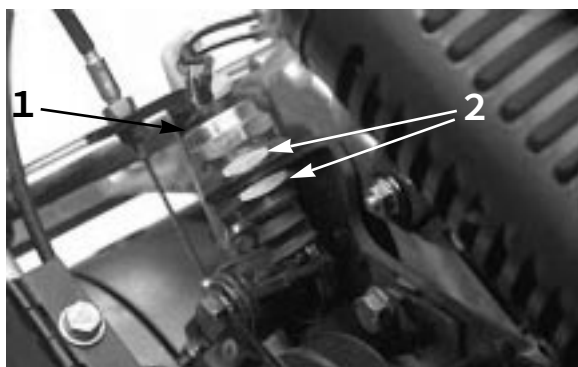

図 44
2. スイッチ固定ナット（2個：図44）をゆるめ、スイッチ・プランジャが3～6 mm突き出る（スイッチ閉じる）ようにスイッチ位置を調整する。